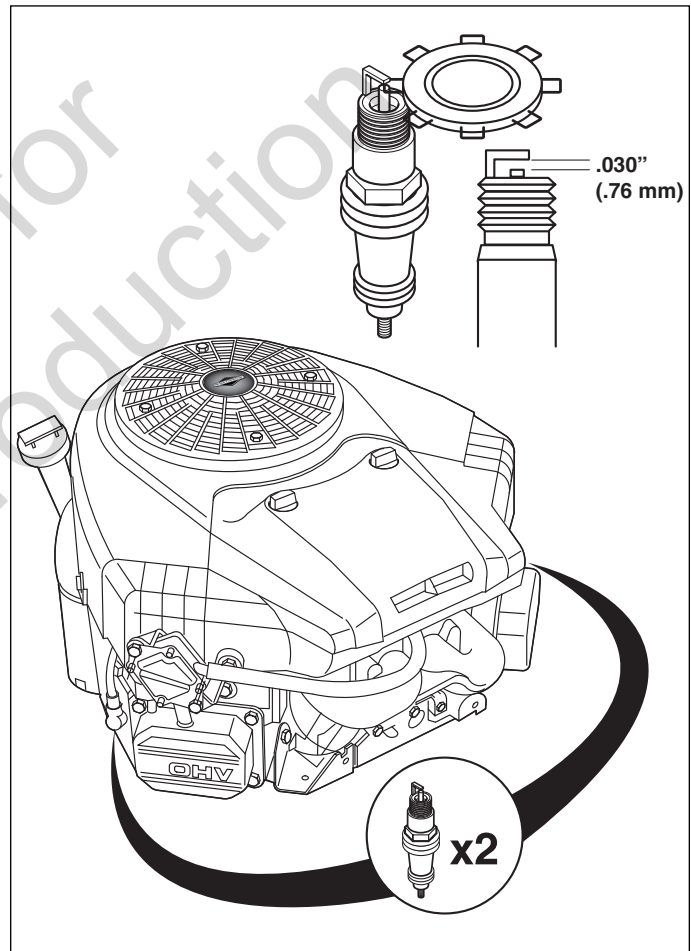

Figure 26. Écartement des électrodes de bougie
1. Laver le pré-dépoussiéreur au détergent liquide et à l'eau (voir Figure 26).
1. S'il est marqué « Lavable », le filtre peut être lavé à l'eau tiède et au savon doux (voir la Figure 26).
2. Nettoyer la zone autour de la bougie (voir la Figure 26).